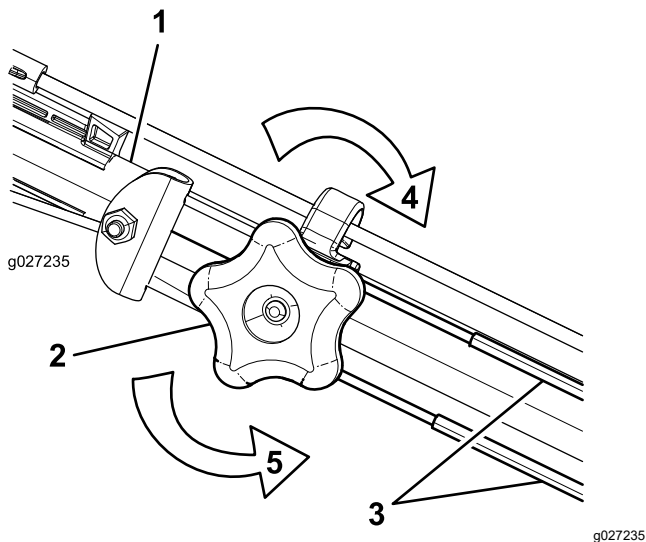

Рисунок 31
1. Поверните ручку регулировки против часовой стрелки, чтобы ослабить затяжку троса (Рисунок 31).
2. Отрегулируйте натяжение тросов (Рисунок 31), потянув их назад или вперед, затем удерживайте в этом положении.